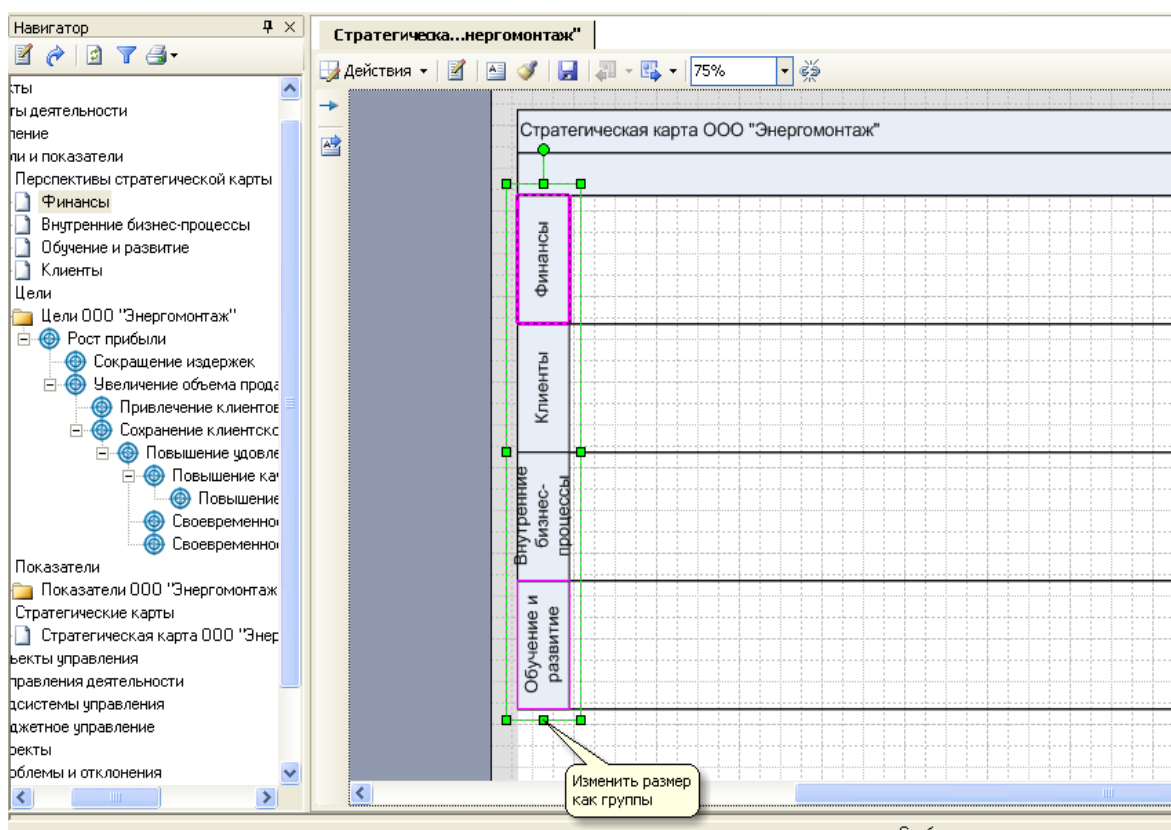

Рисунок 13 – Формирование дорожек перспектив стратегической карты
6. Выделите при нажатой клавише *Ctrl* названия всех перспектив (объедините их в группу) (рисунок 13).